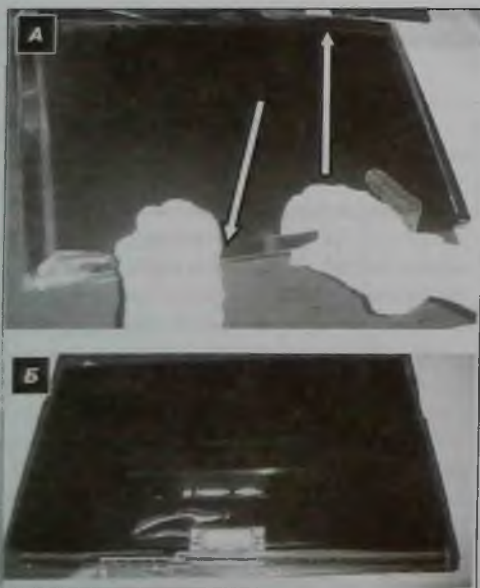

Рис. 14
2. Открепляют все защелки передней рамки (рис. 14а) и снимают заднюю крышку (рис. 14б).